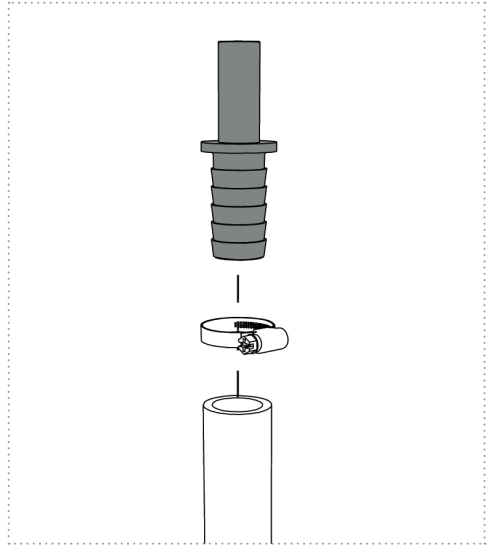

Abbildung 8
3. Befestigen sie die Melde-/Signaleinheit mit 2 Schrauben an einer Wand (Abbildung 8). Die Melde-/Signaleinheit kann in einem Radius von 40cm vom Reaktor entfernt angebracht werden. **③**
2. Schieben Sie den Schlauch, kommend von der Pumpe, auf die im Lieferumfang enthaltene, passende „Einsteck-Schlauchtülle“ und befestigen diese mit einer Schlauchschelle (*Abbildung 8 und 9a*).
3. Schieben Sie den Schlauch, abgehend von der UV-Einheit, auf die im Lieferumfang enthaltene, passende „Einsteck-Schlauchtülle“ und befestigen diese mit einer Schlauchschelle (*Abbildung 8 und 9a*).